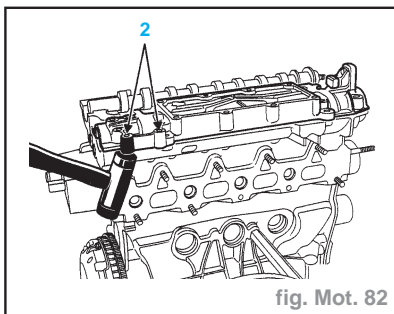

fig. Mot. 82
- Décoller verticalement le carter chapeau de paliers d'arbre à cames en tapant sur les oreilles (2) à l'aide d'un maillet et en même temps, faire glisser un tournevis sous l'oreille (fig. Mot. 82).